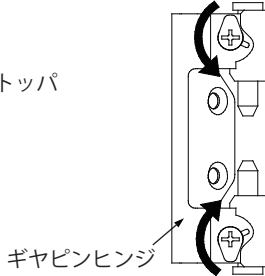

図 2 蝶番ピンの外し方
- (2) 扉の開角度を約 90°に保ち、ギャビンヒンジのねじ部を矢印の方向にドライバーで回し、蝶番ピンのはめ合いを外します。(図 2)